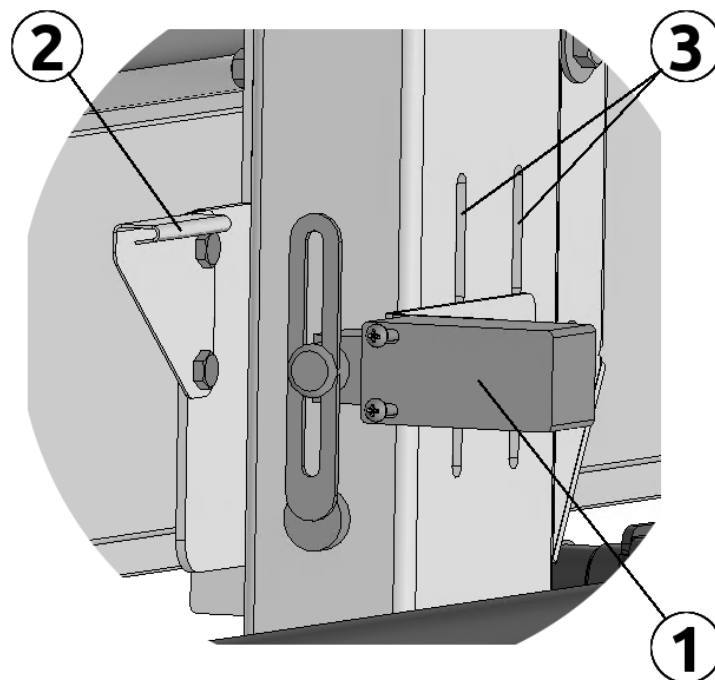

Рисунок 5.11
Остановку лифтового механизма напротив заданного яруса (рис. 5.11) выполняет концевой выключатель (1) рычажного типа. На одной из стоек лифта для каждого яруса, на уровне, соответствующем ему, устанавливается отдельный концевой выключатель. Еще один выключатель устанавливается на уровне максимального подъема поперечного конвейера. На раме поперечного конвейера, как ответная деталь линии концевых выключателей, устанавливается флажок (2). Опускаясь вниз, лифт проходит все яруса, до нижнего, не активируя концевые выключатели (лифт не останавливается). На уровне нижнего яруса флажок активирует соответствующий выключатель - движение дальше вниз невозможно. Двигаясь вверх, лифт останавливается на уровне каждого яруса - флажком активируется соответствующий выключатель.